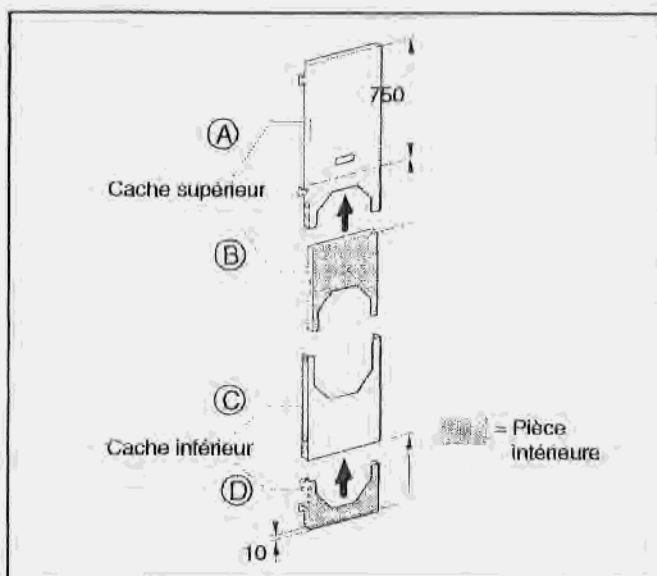

Fig. 29
- Monter préalablement les caches supérieur et inférieur selon la fig. 29 et les fixer chacun avec 2 vis Parker.
Introduire la partie (C) dans la partie (D) jusqu'à ce que l'arête supérieure de la partie (C) forme avec l'arête supérieure de la partie (D) une distance de 750 mm (fig. 29).
Glisser la partie (A) dans la partie (B) pour qu'elle dépasse d'environ 10 mm (fig. 29).